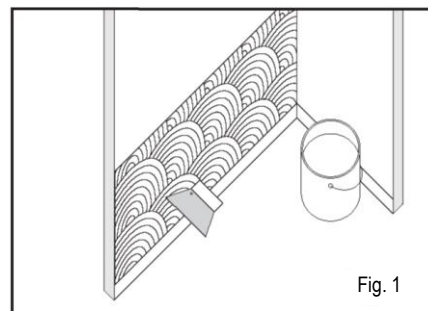

Fig. 1
- Misurare ciascuna sezione del muro e quindi tagliare i pannelli DECOCHOC secondo l'altezza e la lunghezza richieste (vedere fig. 1).
- Marcare numericamente la destinazione dei pannelli nelle varie sezioni murali (vedere fig. 1).
- Stendere la colla sopra la superficie del muro precedentemente marcata. L'applicazione della colla sul muro anziché sui pannelli evita il deposito di polvere sull'adesivo e riduce il tempo di apertura (vedere fig. 1).